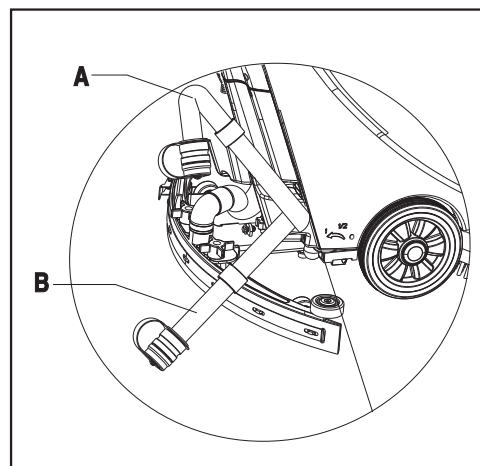

FIGURE 8
2. Relevez la raclette (14).
4. Saisissez la poignée (2) et inclinez la machine vers l'arrière, jusqu'à ce que la roue de guidage touche le sol.
5. Retirez le tuyau de vidange de son attache, courbez le l'extrémité supérieure du tuyau (A, Figure 8) et ôtez le bouchon du tuyau de vidange. Baissez le tuyau le plus bas possible ou posez-le sur le sol de façon à permettre à l'eau de s'écouler. Vous pouvez également mettre le tuyau de vidange en position basse ou le poser sur le sol de façon ce que l'orifice d'évacuation de l'eau soit orienté vers le bas (B, Figure 8) puis dévissez le bouchon de vidange pour vidanger l'eau du réservoir. Une fois la vidange terminée, rincez l'intérieur du réservoir de récupération à l'eau claire.
Lors de la vidange de l'eau usée, le tuyau de vidange doit se trouver plus bas (Figure 8 A ou B) et le bouchon doit être enlevé pour que l'eau usée puisse s'écouler. Veillez à ce que l'orifice du tuyau de vidange ne soit pas dirigé vers le haut, l'opérateur risquant d'être arrosé d'eau usée.